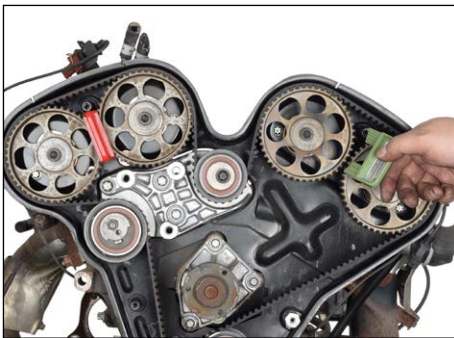
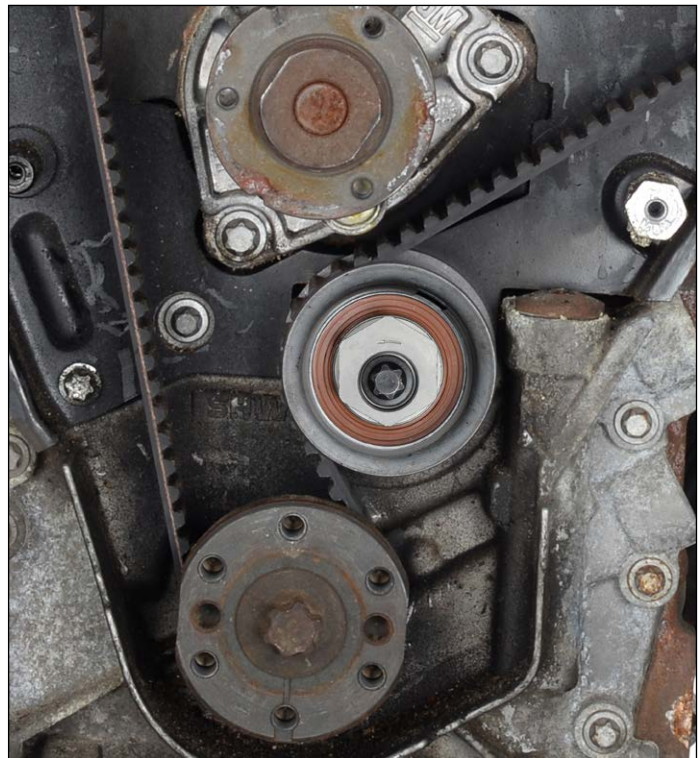
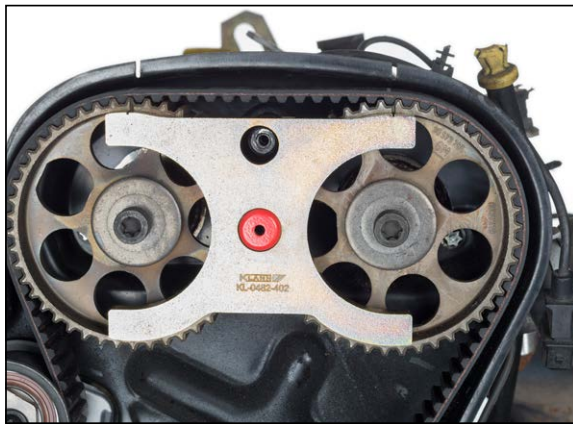

Abb. 8
Abb. 10
Abb. 20
4. Fixierwerkzeug für Nockenwelle OE (KM-800-2) grün mit der Bezeichnung „Top“ nach oben zwischen das Nockenwellenrad „3“ und „4“ stecken (Abb. 8 und 9). Sollte sich das Fixierwerkzeug nicht einsetzen lassen können, dann die Zahnriemen-Umlenkrolle unten (Abb. 10) lösen und am Exzenter mit Spannschlüssel MKM-6038 oder einer Wasserpumpenzange verdrehen, bis sich das Werkzeug einsetzen lässt. Der Motor ist nun auf OT Einstellung fixiert (Abb. 3).
9. Exzenter der unteren Umlenkrolle mit Hilfe des Spannschlüssels OE (MKM-6038) oder der Wasserpumpenzange gegen den Uhrzeigersinn verdrehen (Abb. 10), bis die Spitze des Exzenters auf ca. 12-Uhr-Position steht und die Markierungen der Nockenwellenräder und der Prüflehre OE (KM-800-20) fluchten (Abb. 20). Untere Umlenkrolle mit 40 Nm festziehen. Die Nockenwellenräder „3“ und „4“ müssen exakt eingestellt sein, bevor die Nockenwellenräder „1“ und „2“ eingestellt werden!
15. Prüflöhre OE (KM-800-20) auf die Nockenwellräder „3“ und „4“ aufstecken. Markierungen der Nockenwellenräder und der Prüflöhre OE (KM-800-20) fluchten (Abb. 20). Sollten die Markierungen nicht übereinstimmen, erneut einstellen wie unter Punkt 9.